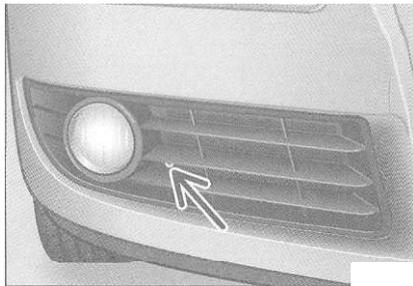

Fig. 136 Argola de reboque dianteira: local de fixação
O furo roscado para a fixação da argola de reboque de enroscar está localizado no pára-choque dianteiro, do lado direito => fig. 136. Para acesso ao furo roscado, é necessário remover a cobertura.
- Remova o parafuso com o auxílio de uma chave philips => fig. 136 -seta- e retire a cobertura.